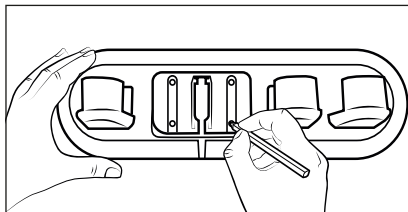

Fig. 5
- 3) Brug tilbehørsholderen **16** til markering af de fire borehuller på væggen (se fig. 5).